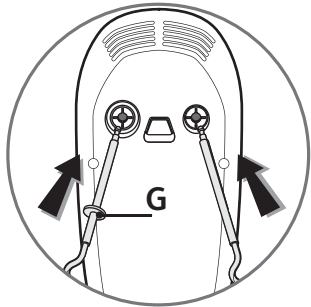

fig.1
- Introduisez les tiges de chaque fouet (B ou F) ou malaxeur (D) dans les orifices prévus à cet effet et
verrouillez. **Les fouets et les malaxeurs ont une forme spécifique, le malaxeur ou le fouet avec le détrompeur (G) doit être mis à gauche, dans l'orifice le plus gros (Fig.1).**
• Utilisation sur le socle (H) : (Selon Modèle)
- Introduisez les tiges de chaque fouet (C) ou malaxeur (E) dans les orifices prévus à cet effet et verrouillez. **Les fouets et les malaxeurs ont une forme spécifique, le malaxeur ou le fouet avec le détrompeur (G) doit être mis à gauche, dans l'orifice le plus gros (Fig.1).**
- Placez le socle (H) sur le plan de travail :